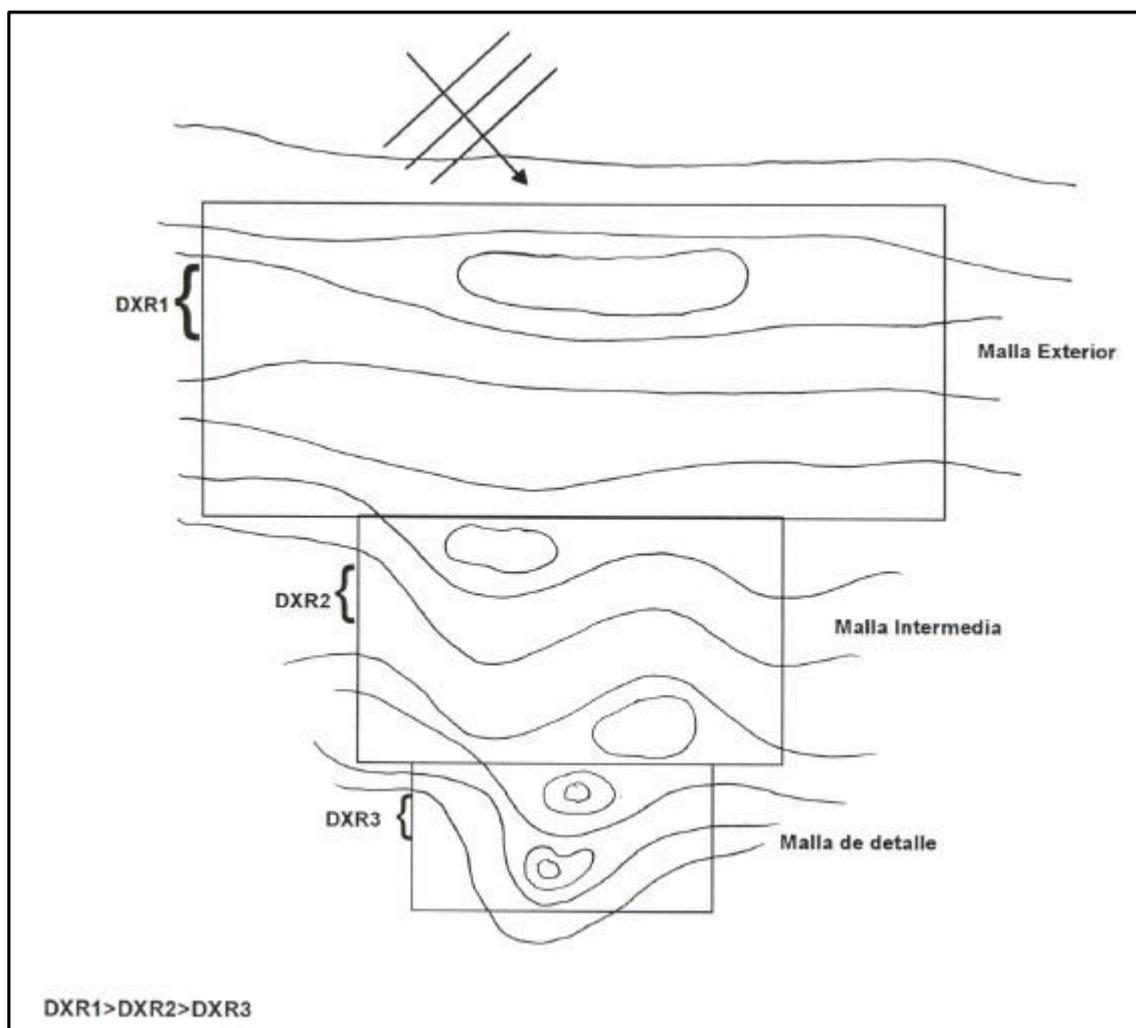

Figura 6.1. Mallas anidadas definidas por escalas de variaciones en la batimetría
- Anidar o encadenar mallas en serie en la dirección del eje  $X$ , a partir de una malla externa que comienza en un punto donde se conoce el oleaje, ver (figura 6.1). La malla externa posee un tamaño de elementos de acuerdo a las variaciones espaciales de la batimetría, esta malla se extiende en el eje  $X$ , hasta cuando se presenten variaciones en la batimetría que sean menores a los tamaños de los elementos de la malla, la nueva malla con mayor resolución se anida en la última fila en  $X$ . A continuación se repite el mismo proceso, si es necesario, hasta alcanzar la zona de estudio con la que denominaremos malla de detalle, la cual posee una resolución de malla adecuada con la batimetría. Es importante tener en cuenta que si se desea estudiar las corrientes por rotura en la última malla (Malla de detalle), el contorno del encadenamiento debe estar alejado de la zona de rompiente de las olas (ver detalles al respecto en la sección 3.6 del manual de referencia del Copla-(MC/SP) “Corrientes de rotura del oleaje”).